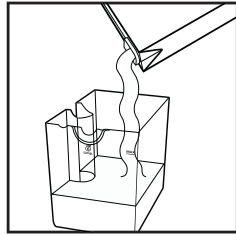

Рис. 2
- Снимите емкость для молока (11), также наполните её холодной водой до отметки MAX и установите её на место (рис.2).